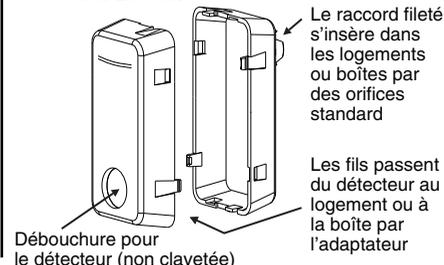

Figure 2B
REMARQUE RELATIVE À L'ADAPTATEUR : si le luminaire ou la boîte électrique ne se prête pas à une installation sans obstruction, il faut recourir à l'adaptateur OSFOA-00W de Leviton (**figure 2A**). Ce dispositif est conçu pour permettre des positions de montage optimales en fonction de diverses hauteurs d'installation (**figure 2A**). Un raccord fileté et claveté est fourni pour le maintenir en place pendant le serrage du contre-écrou, également fourni. Se reporter au besoin à une des sections relatives à l'installation de ces adaptateurs. Le modèle OSFLO convient quant à lui à une seule hauteur; il est doté d'un raccord enclenchable, sans contre-écrou (**figure 2B**).
1. L'adaptateur est constitué de deux coquilles. Placer celle du côté « fixation » sur la paroi d'installation afin de déterminer quelle débouchure clavetée utiliser pour assurer une couverture optimale au détecteur. Le dessous de ce dernier devrait arriver à égalité ou plus bas que le bord inférieur de la paroi (**figure 2B**).